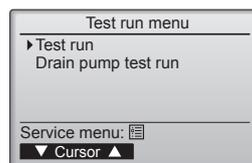

Fig. 7-4
- ④ Sélectionnez "Test run" (Test fonctions) à l'aide du bouton  ou , puis appuyez sur le bouton . (Fig. 7-4)